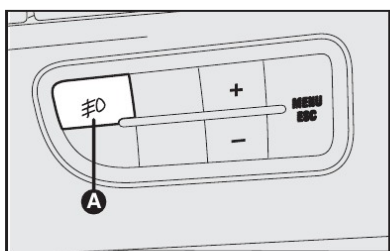

fig. 70
## PREDISPOSIÇÃO PARA FARÓIS AUXILIARES - fig. 70
**A - Faróis auxiliares** - Botão com indicação de função ativada no quadro de instrumentos para ligar e desligar os faróis auxiliares. Só funciona a partir do acionamento das luzes externas de posição. Os faróis auxiliares são desligados cada vez que a chave de ignição for desligada. Para ligá-lo novamente é necessário pressionar o botão **A-fig. 70**.